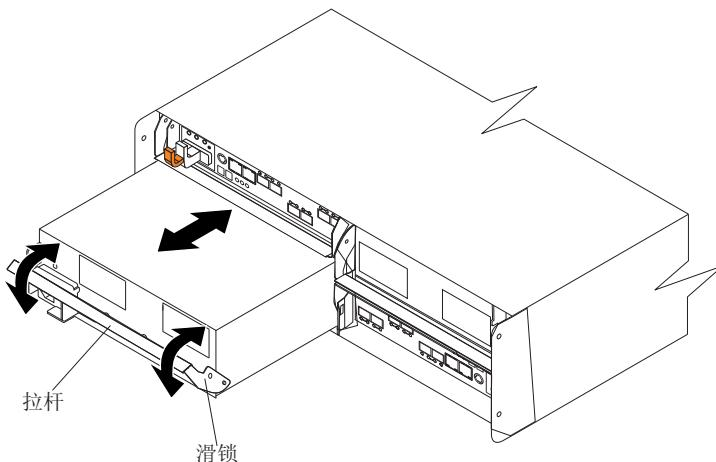

图 17. 卸下电源和风扇单元
2. 如图 17 中所示, 慢慢地将拉杆从机箱拉出以卸下电源和风扇单元。